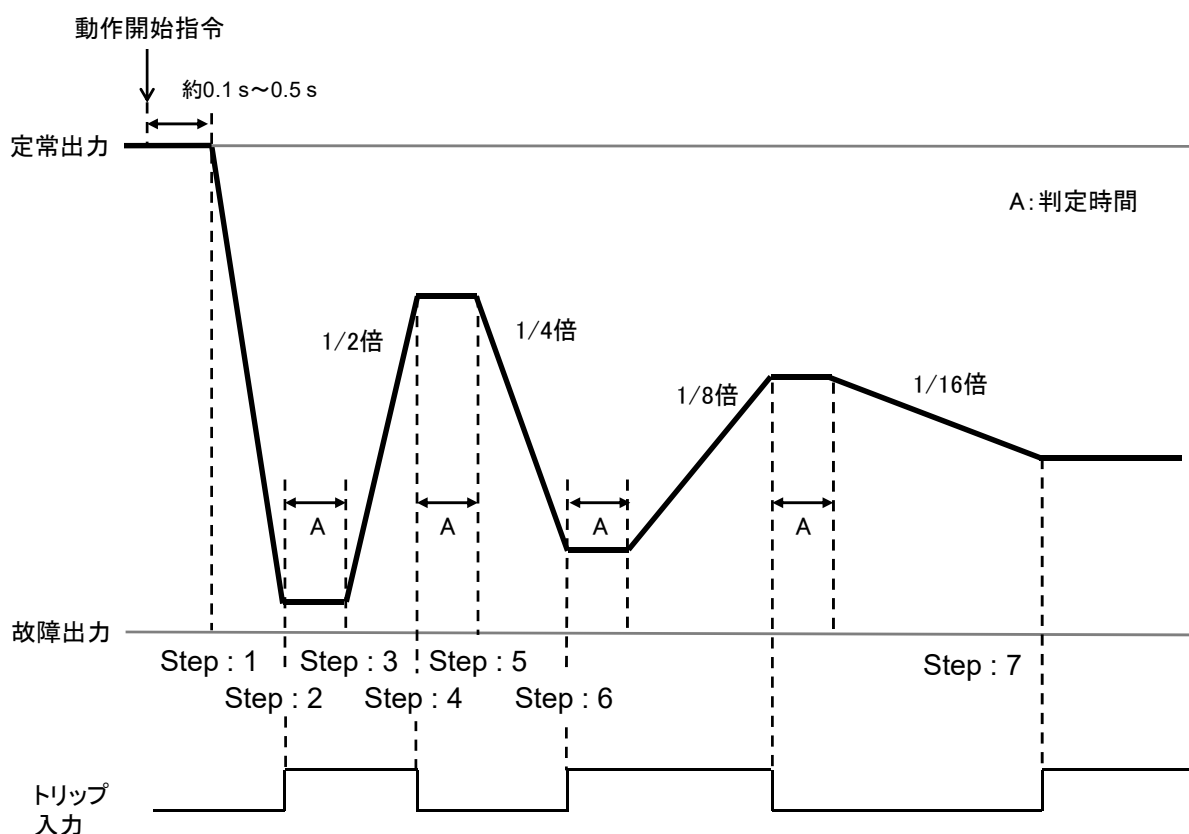

図 3-13 自動スイープ試験シーケンスの例（出力急変：無効時）
出力急変：無効，スイープ方向：定常⇒故障，スイープ回数：3 回，出力カット：無効に設定したときの試験シーケンスの例を図 3-13 に示します。
- Step : 3 判定時間後に再びトリップ信号を判定し、トリップ信号が入力されていれば定常方向に、解除されていれば故障方向にスイープを再開します。これは、スイープを停止して一定の時間後にトリップ信号が解除された場合は、はじめの inputs がチャタリングによるものと判断するためです。図 3-13 においてスイープの速さは、はじめの 1/2 倍の時間となります。
- Step : 5 判定時間後、トリップ信号が解除されていれば故障方向に、トリップ信号が入力されていれば定常方向にスイープします。スイープの速さは先ほどの 1/2 倍の時間（はじめの設定時間の 1/4 倍）となります。図 3-13 においてスイープ回数は2回になります。